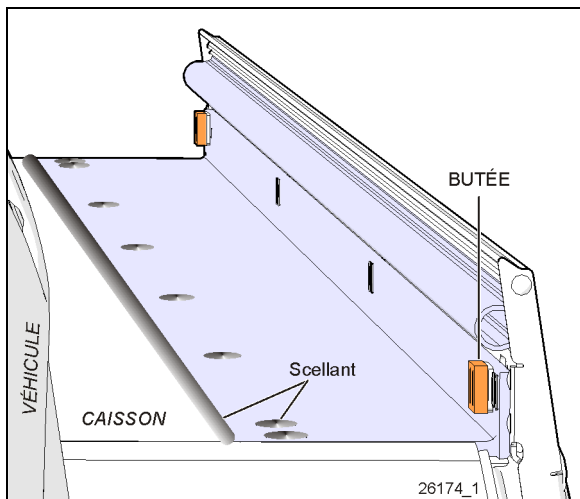

FIGURE 30: EXTRUSION EXTÉRIURE SUPÉRIEURE
2. Positionner le commutateur d'allumage du véhicule à OFF. En suivant la procédure de contournement manuel (paragraphe 5), sortir la rallonge coulissante de quelques pouces afin que les vis de l'extrusion extérieure placées sur le haut de la rallonge coulissante soient accessibles de l'extérieur (Figure 30).
7. Utiliser un couteau pour couper le scellant entre l'extrusion supérieure et le toit. (Figure 30)
et entre l'extrusion, le toit et les bords pour prévenir l'infiltration d'eau (Figure 30)